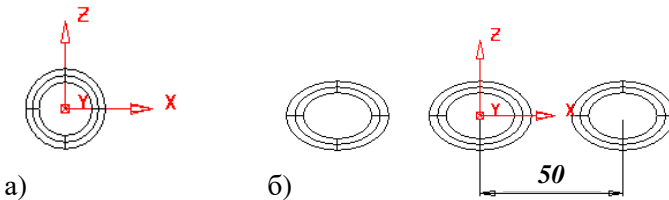

Рисунок 4.7 - Перетворення тору: а) вихідний тор; б) копіювання тороїдів
- Створіть локальну систему координат в точці (0 -25 25) і активізуйте робочу площину ZX. Щодо ЛСК3 побудуйте тор R малий = 2 мм, R великий = 10мм (Рис. 4.7а).
- ☞ копіювання тороїда на відстані $X = 50\text{мм}$ і $X = 50\text{мм}$ щодо центру ЛСК3 (рис. 4.7б).